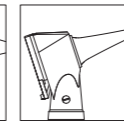

fig.3
- Führen Sie das Otoskop mit der Spitze in den Gehörgang des Patienten ein (Abbildung 3) und untersuchen Sie durch das Betrachtungsfenster, das eine 3-fache Vergrößerung aufweist.;